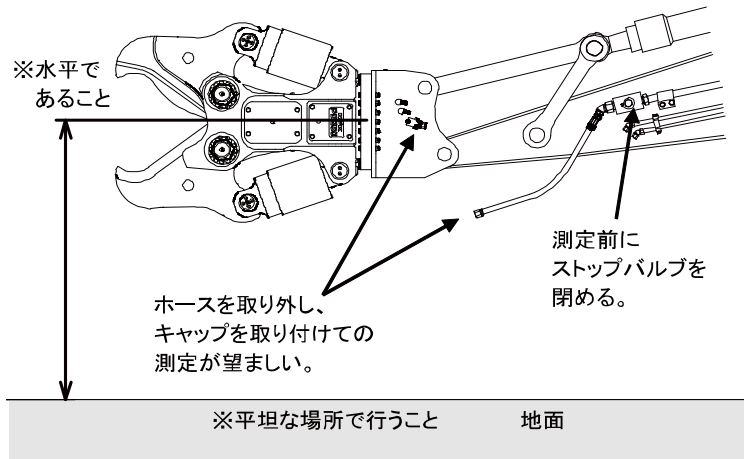
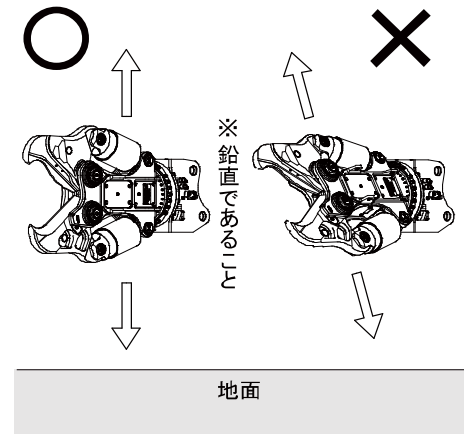

図7-1-1 開閉シリンダーの伸縮量測定1
図7-1-2 開閉シリンダーの伸縮量測定2
- ① エンジンを始動させ、アタッチメントの各開閉シリンダーが上下（図7-1-1参照）の位置になるようアタッチメントを回転させる。
- ② アタッチメントのフレーム中心が水平（図7-1-1参照）かつフレーム正面が鉛直（図7-1-2参照）になるように、アタッチメントの位置を調整する。
- ③ アタッチメントのアームを最大開口まで開く。
- ④ エンジンを停止させ、ストップバルブを閉める。